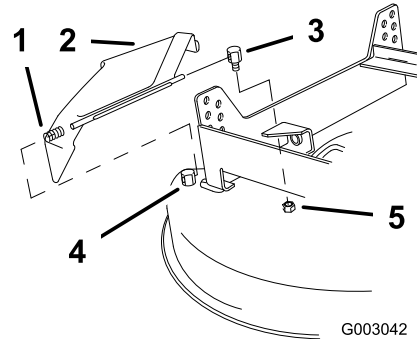

Figura 55
5. Instale el pivote de deflector trasero en el cortacésped y apriete la contratuerca (Figura 55). El muelle debe mantener el deflector de hierba en la posición de abatido. Levante el deflector para verificar que baja a la posición de totalmente abatido.
1. Retire la contratuerca que sujeta el pivote trasero del deflector al cortacésped y retire el pivote trasero (Figura 55).
2. Retire el conjunto del deflector del pivote delantero (fijo) y retire el conjunto del deflector del cortacésped (Figura 55).